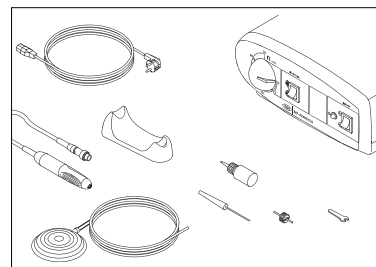
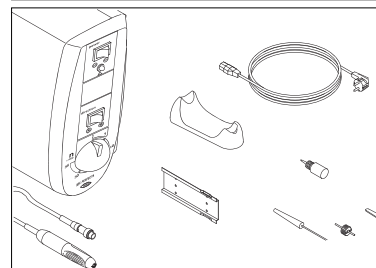
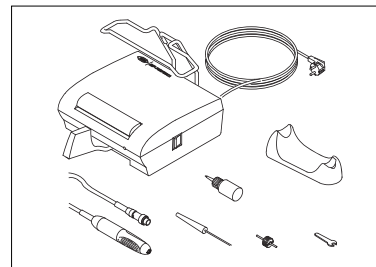

Рисунок 5:
Рисунок 6:
Рисунок 7:
- настольный/коленный блок управления (рис. 5) (рис. 6), устройство с педальным управлением (рис. 7)